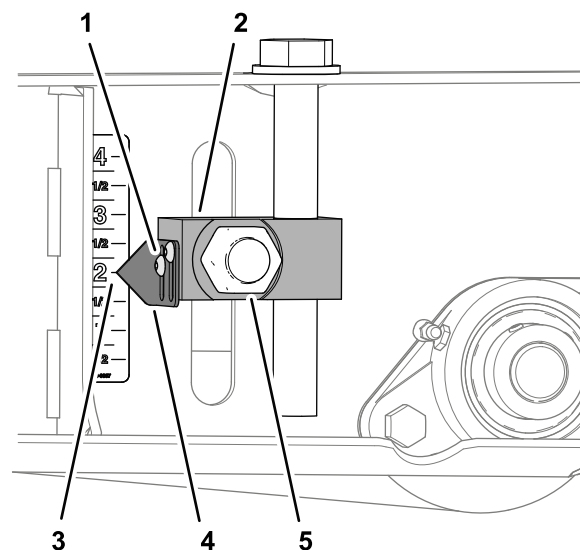

**Figura 76**
3. Desaperte os 2 parafusos com cabeça flangeada que fixam o indicador para o bloco ajustador da altura de corte, alinhe o indicador com a marca de 2 pol. no autocolante e aperte os parafusos (Figura 76).